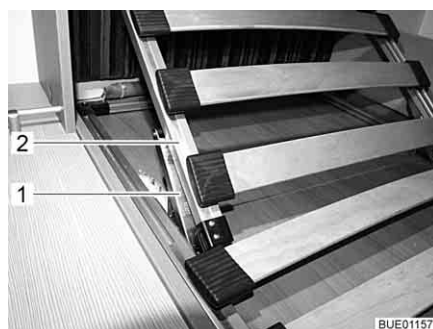

Fig. 100 Tête réglable
- Relever la tête (Fig. 100,2) du sommier à lattes jusqu'à la position désirée. Le support (Fig. 100,1) s'enclenche automatiquement.
- Relever la tête (Fig. 100,2) du sommier à lattes jusqu'à ce que le blocage se déverrouille.